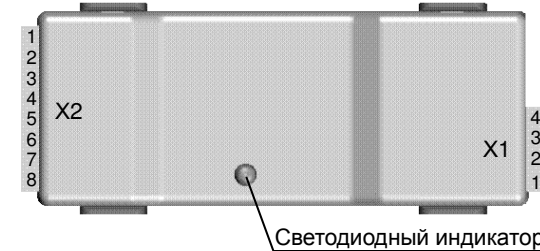

Рисунок 1. Внешний вид и расположение разъемов адаптера.
- 2.1. Подключить Черный и Красный провода (смотри таблицу 1) разъема X1 (смотри рисунок 1) к отрицательной и положительной клемме аккумулятора соответственно. Цепь питания адаптера должна быть защищена плавким предохранителем номиналом не более 5А.